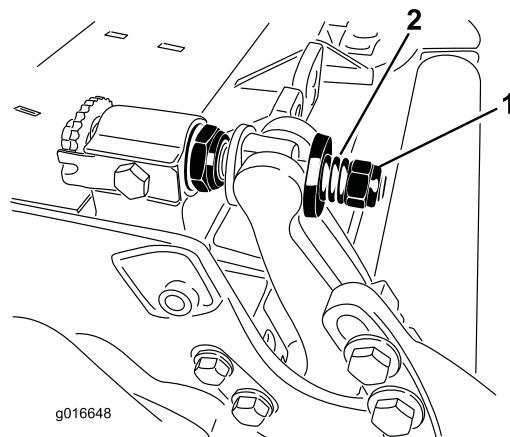

Bild 33
5. Ziehen Sie die Federspannungsmutter an, bis die Feder zusammengedrückt ist, drehen Sie sie dann um eine halbe Umdrehung heraus (Bild 33).
11. Ziehen Sie die Mutter an jedem Untermesserträgereinsteller an, bis die Druckfeder ganz zusammengedrückt ist, lösen Sie die Mutter dann um eine halbe Umdrehung (Bild 33).